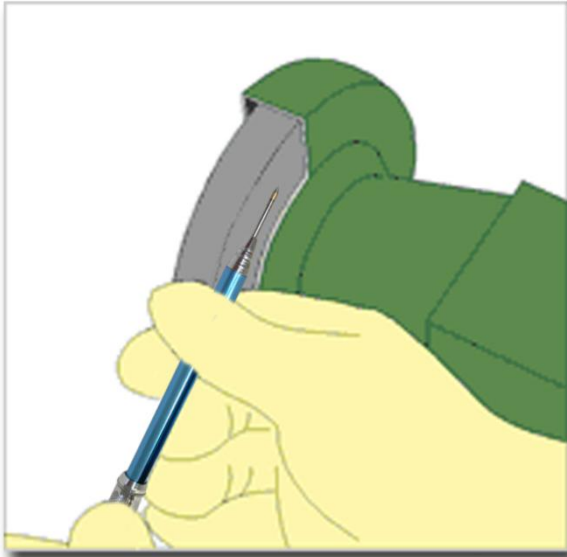
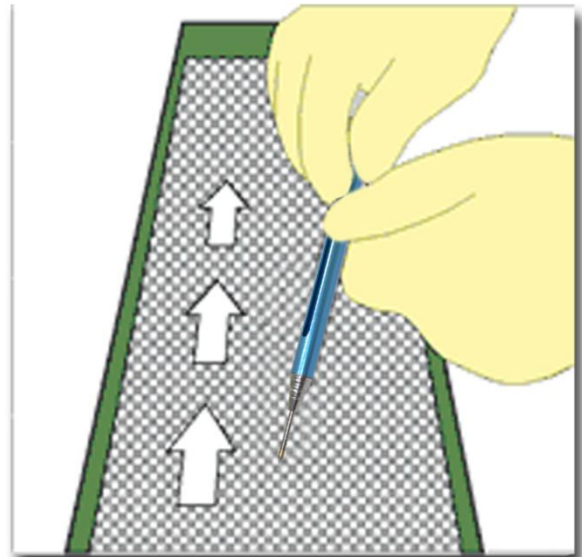

fig. 1
fig. 2
- 3) Carefully move the electrode towards the abrasive wheel (fig. 1) or belt (fig. 2).
- 3) Nähern Sie die Elektrode vorsichtig an die Schleifscheibe oder das Schleifband an, wie in Abb. 1 (fig. 1) oder Abb. 2 (fig. 2) dargestellt.
- 3) Approcher l'électrode de la meule (fig.1) ou du ruban abrasif (fig.2) avec précaution.
- 3) Acercar el electrodo a la muela (fig.1) o cinta abrasiva (fig.2) con cautela.